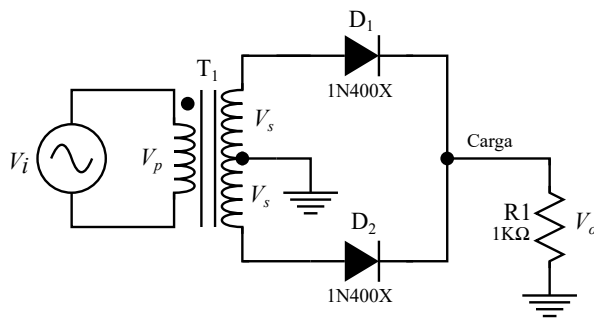

Fig. 2.2: Rectificador no controlado de onda completa con dos diodos.
1. Arma el circuito de la Fig. 2.2 aliméntalo con el transformador de 127/24Vca y la derivación central a tierra.